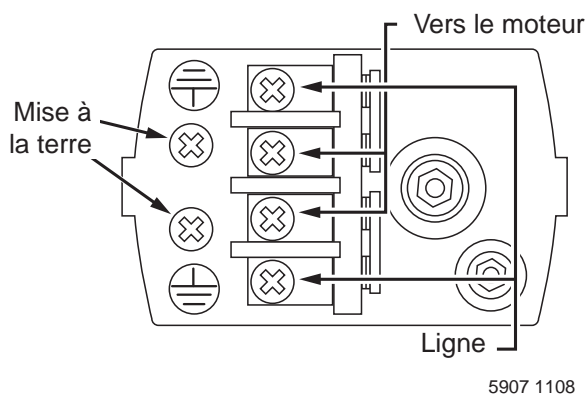

Figure 11 : Brancher les câbles d'alimentation sur le pressostat, tel qu'indiqué.
- 1 ° Brancher tout d'abord le fil de mise à la terre, comme il est illustré à la Figure 11. Le fil de mise à la terre doit être un fil de cuivre massif d'un diamètre au moins aussi gros que le diamètre des fils de tension.
- 4 ° Brancher les fils de tension sur le manostat, comme il est illustré à la Figure 11.